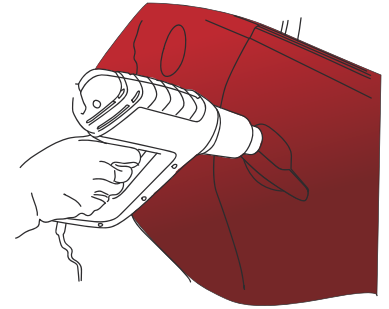

Figure 31
- › La pose étant terminée, réchauffer à l'aide d'un pistolet thermique toutes les parties qui ont subi une forte déformation. (FIG. 31)